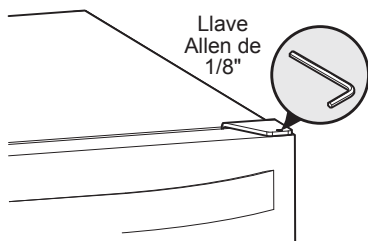

Figura 2
- 2 Retire el pin de pivote de la bisagra superior con una llave Allen de un 1/8" (Figura 2) y levante la puerta del pin de la bisagra inferior. Tenga cuidado de no perder los cierres de puerta (Figura 3).